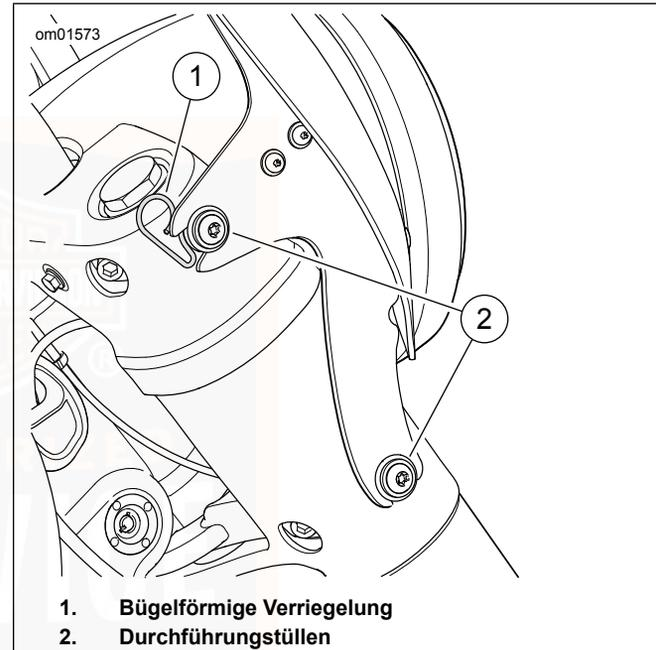

Abbildung 15. Windschutzscheibe: FLD Modell
1. Siehe Abbildung 15. Die bügelförmigen Verriegelungsfedern an beiden Seiten der Windschutzscheibe anheben und den OBEREN Teil der Windschutzscheibenbaugruppe nach vorne verschieben, bis die OBEREN Halterungsrasten von den Tüllen gleiten.
1. Siehe Abbildung 15. Die bügelförmigen Verriegelungsfedern an beiden Seiten der Windschutzscheibe anheben und den UNTEREN Teil der Windschutzscheibenhalterung mit den Rasten auf die unteren Tüllen schieben.